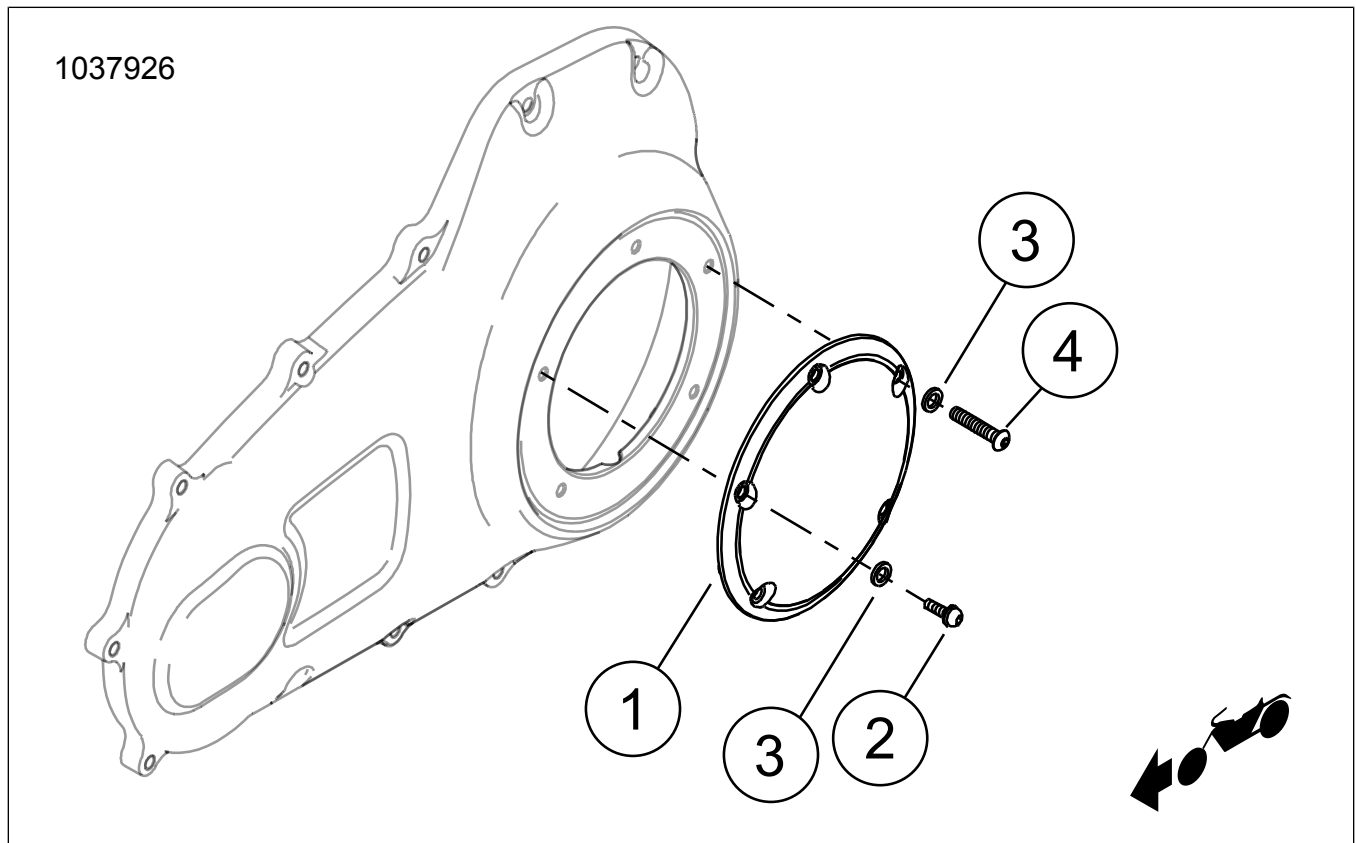

Figura 1. Contenuto del kit: Componenti del coperchio di accesso alla frizione
1. **Kit: 25338-99B, 25700435, 25700436, 25700446, 25700469, 25700471, 25700472, 25700473, 25700474, 25700476, 25700505, 25700740, 25700843, 25700844, 25700887, 25700888, 25700987, 25700988, 25701020, 25701022, 25701057, 25701059, 25701086, 25701169, 25701171, 25701403, 25701404, 25701519, 25701536:** Installare il **nuovo** coperchio di accesso alla frizione (1), l'anello di tenuta O-ring e le **nuove** viti (2) e rondelle (3).
2. **Kit: 25700434, 25700437, 25700477, 25562-09, 25701173, 25701454, 25701480, 25701517, 25701518, 25701520, 25701537, 25701551, 25701573, 25701574:** Installare il **nuovo** coperchio di accesso alla frizione (1), l'anello di tenuta O-ring e le viti Componente originale (2) con rondelle prigioniere.
3. **Kit: 25700571, 25700572, 25700573, 25700703, 25700704, 25700705:** Installare il **nuovo** coperchio di accesso alla frizione (1), l'anello di tenuta O-ring, le **nuove** viti (2) e rondelle (3). Posizionare la vite più lunga (4) a ore 2 sul coperchio di accesso alla frizione, come indicato in Figura 1.
4. **Kit: 25700515, 25700768, 25700822, 25700825, 25700826:** Installare il **nuovo** coperchio di accesso alla frizione (1) e le **nuove** viti (2) come mostrato in Figura 1. Con questo kit non vengono usate rondelle.